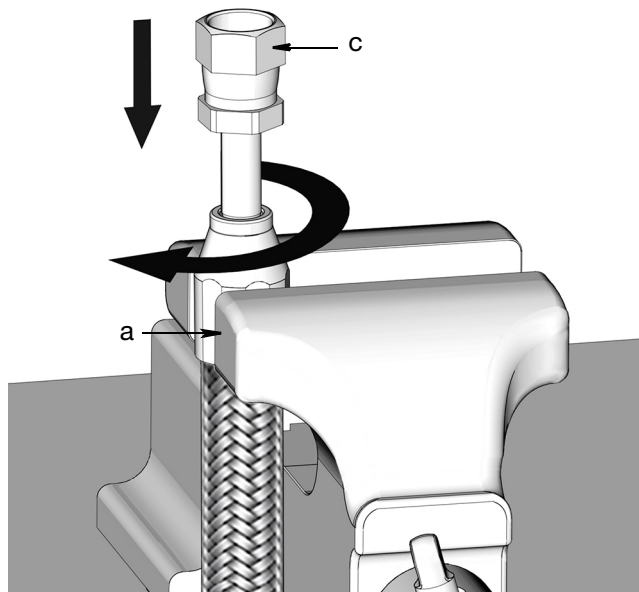

FIG. 65
7. Presione ligeramente la boquilla (c) en el casquillo (a). Enrosque, en sentido de las agujas del reloj, la boquilla en el casquillo y la manguera (FIG. 65).